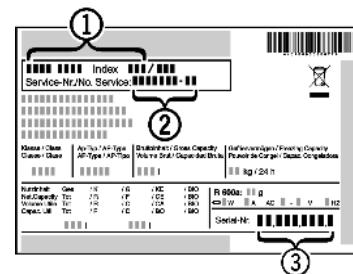

Fig. 7
- Identificați denumirea apărătului Fig. 7 (1), numărul de service Fig. 7 (2) și numărul de serie Fig. 7 (3) pe marca de fabricație. Marca de fabricație se află pe partea stângă în interiorul apărătului.
- Informați serviciul de asistență a clientilor și comunicați tipul defectiunii, denumirea apărătului Fig. 7 (1), numărul de service Fig. 7 (2) și numărul de serie Fig. 7 (3).